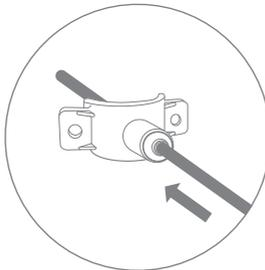

Рис. 17
3. Проденьте красную пластиковую трубку из комплекта поставки через штуцер хомута, чтобы она вышла с внутренней стороны хомута на 7...10 мм (рис. 17).